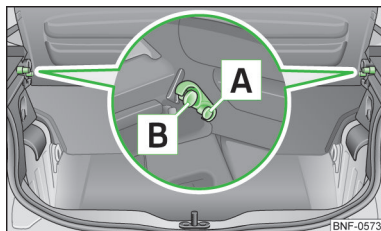

Fig. 69
- Løft bagagerumsafdækningen, og tryk den fast i holderne **A** » Fig. 69 i siden for at klappe den op
- Træk bagagerumsafdækningen nederst ud af holderne i siden **B** » Fig. 69 for at afmontere den.
Sørg altid for, at bagagerumsafdækningen er gået korrekt i hak i holderne i siden **B** » Fig. 69 – risiko for beskadigelse af bagagerumsafdækningen eller bagagerummet.